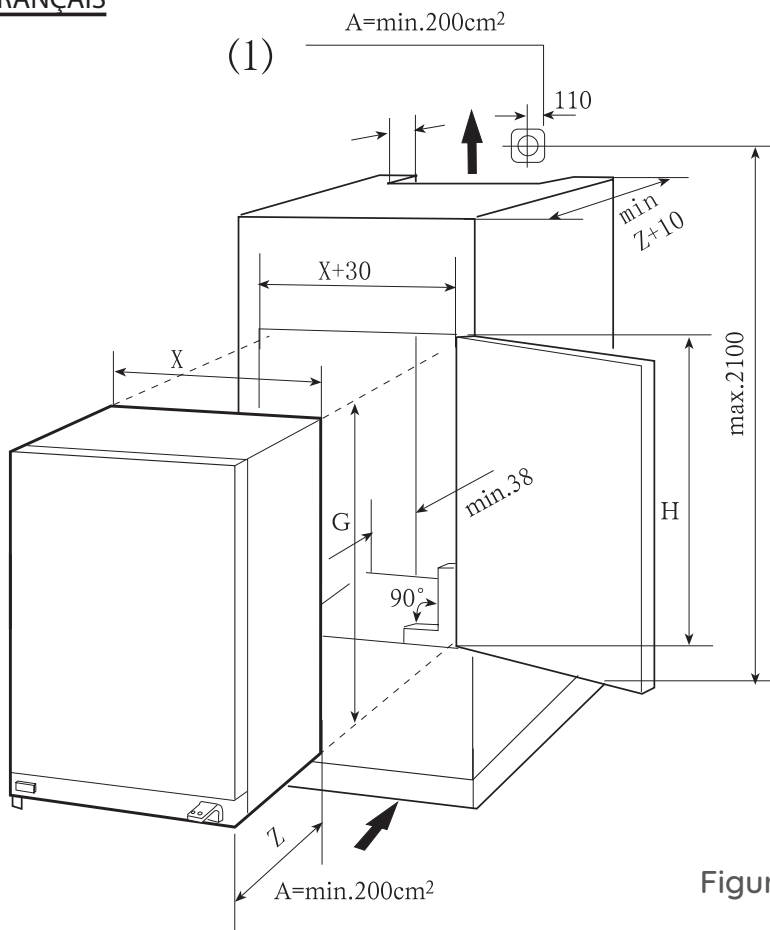

Figure 1
- Ventilation (Figure 1)
4. Vérifiez que la position de la prise de courant(1) est correct. La tension du CA à l'endroit où l'appareil sera utilisé doit être conforme aux informations figurant sur la plaque signalétique située sur la paroi intérieure gauche de l'appareil, près des bacs à légumes. La prise de courant doit être correctement mise à la terre.